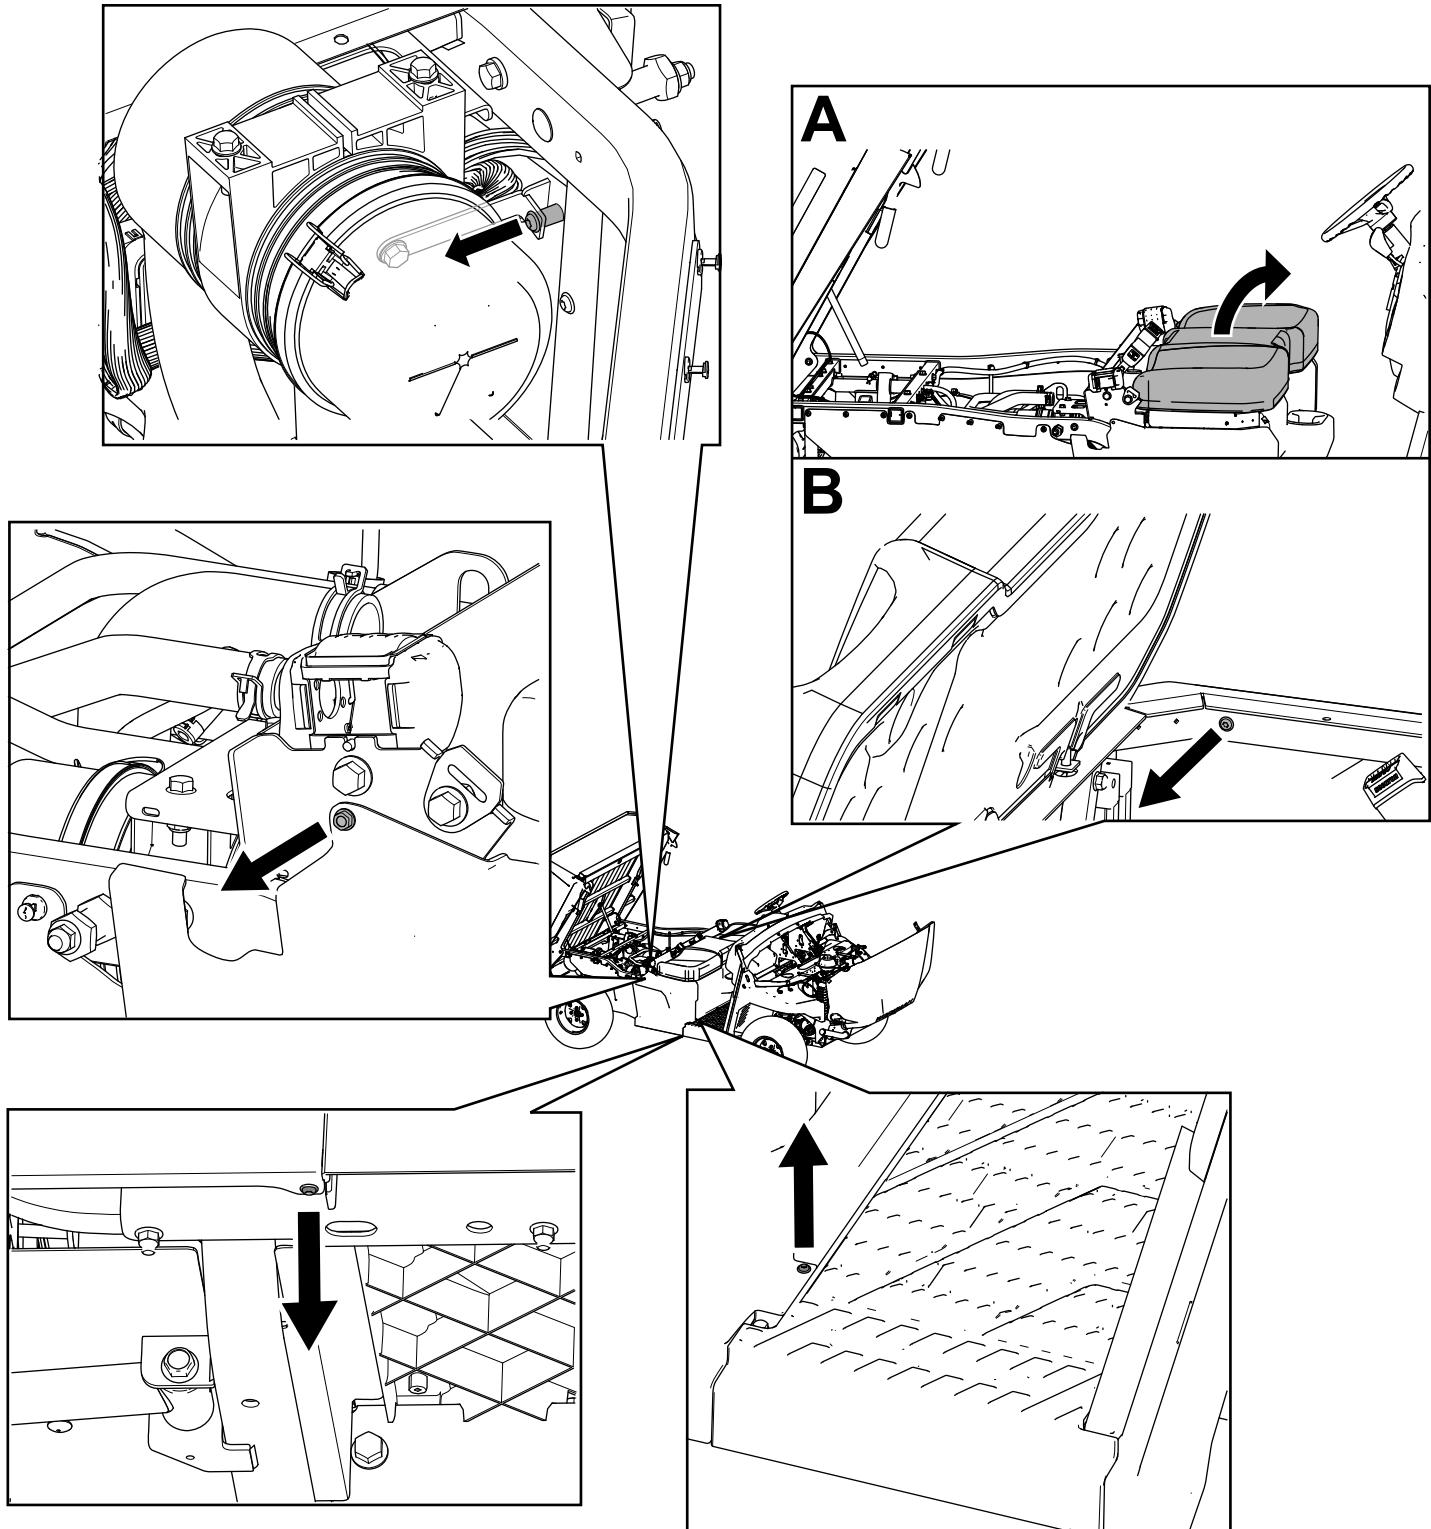

Bild 9
3. Entfernen Sie die Sechskant-Scheibenkopfschrauben ($\frac{1}{4}$ " x $\frac{3}{4}$ ") sowie die T30-Torx-Schrauben von der rechten und linken Sitzunterteilplatten (Bild 9).